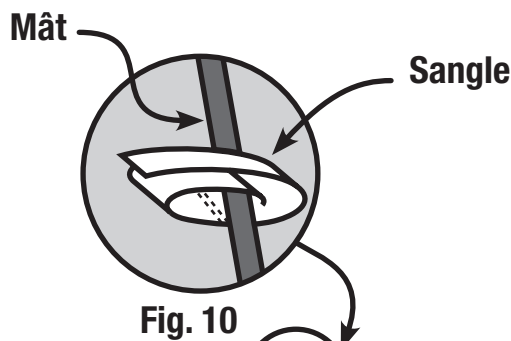

Fig. 10
- Immobilisez le double toit avec les sangles prévues à cet effet sur la face envers du double toit. (Fig. 10)